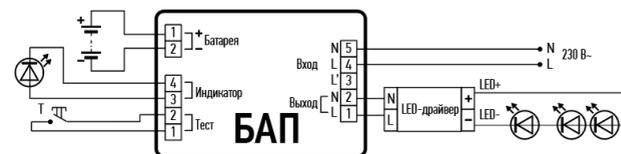

Рисунок 2. PEPP40-1.0N U IP20.
5.1 Непостоянный режим (Рис. 2).